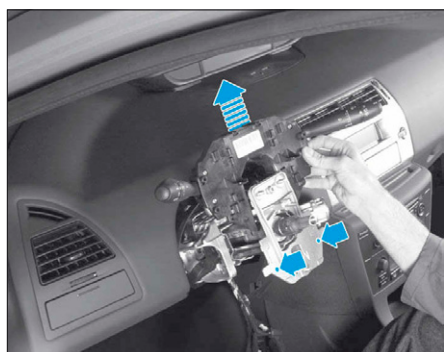

FIG. 36
- Déposer les 2 vis de fixation du boîtier-commodo et le faire coulisser vers le haut pour le déposer. Contrôler qu'aucun connecteur ne soit resté branché (Fig.36).